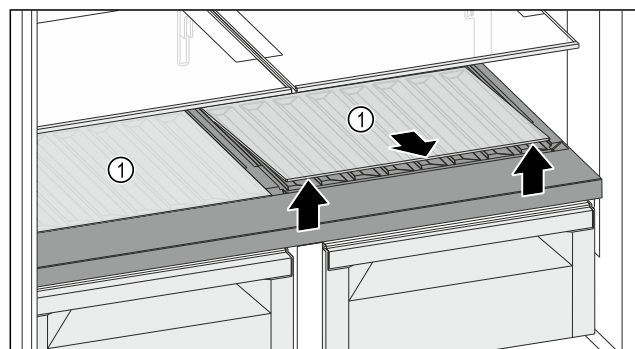

Fig. 130
- Eine Glasplatte oder beide Glasplatten Fig. 130 (1) an der Aussparung vorne anheben und herausnehmen.
- Glasplatte(n) Fig. 130 (1) außerhalb des Geräts sicher aufbewahren.